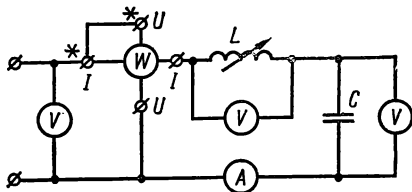

Рис. 2.58
1. Резонансом напряжений называют такой режим работы неразветвленной электрической цепи, содержащей участки с индуктивностью и емкостью (рис. 2.58), при котором разность фаз напряжения на зажимах цепи и тока на входе цепи равна нулю. При этом сопротивления на реактивных участках равны:
1. Собрать цепь (рис. 2.58) и показать ее преподавателю для проверки.